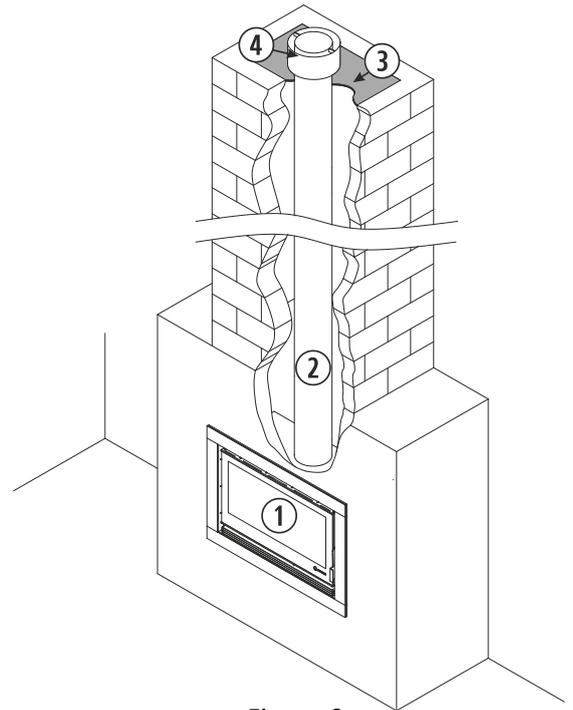

Figura 9
- Al instalar la salida de gases sobre una chimenea de obra, se recomienda emplear tubería metálica a través de ésta, para evitar fisuras, rugosidades, variaciones de sección, etc. En una chimenea ya existente, ésta se deberá limpiar completamente antes de realizar la instalación. El tubo, deberá sobrepasar la altura de la chimenea de obra y sobre salir unos centímetros en su parte superior. En el remate de la chimenea, se deberá colocar una placa de estanqueidad y un cubreaguas, como se muestra en la *figura 9*. En algunos casos, la geometría de la chimenea de obra existente, imposibilita el uso de tubería rígida, en estos casos excepcionales, comprobar si la normativa permite el uso de conductos flexibles de acero inoxidable, que serán de superficie lisa para evitar las pérdidas de presión por rozamiento y evitando cambiar de dirección en ángulos superiores a 45°.
①	Estufa.
②	Tubería salida de gases.
③	Placa de estanqueidad y cubreaguas.
④	Sombrerete antiviento.